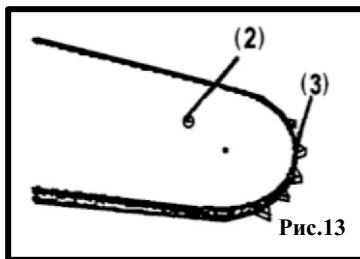

Рис.13
7.3. Ведомая звёздочка шины (Рис.13).